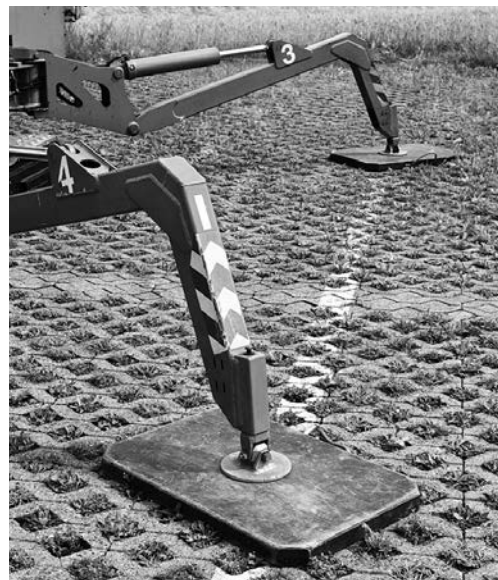

Fig. 2: des plaques de répartition doivent être placées sous les stabilisateurs des PEMP utilisées sur un sol irrégulier.
8. En cas d'utilisation d'une PEMP sur stabilisateurs (catégories 1a et 1b): emploie-t-on des **plaques de répartition** appropriées et les stabilisateurs sont-ils correctement centrés? (Fig. 2) oui non